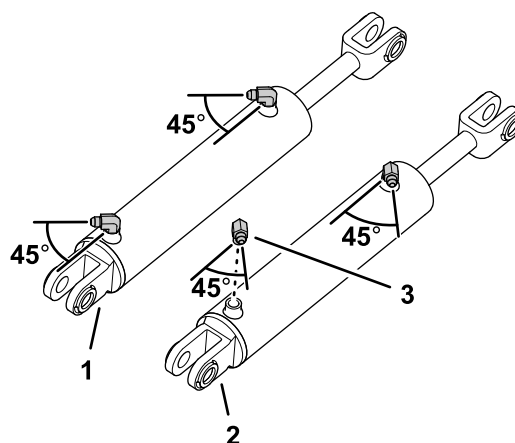

Figure 7
2. Insérez les raccords à 90° dans les orifices d'extension et de rétraction des vérins de levage (Figure 7).
3. Serrez les raccords à 90° à un angle de 45° sur le corps des vérins, comme montré à la Figure 7.